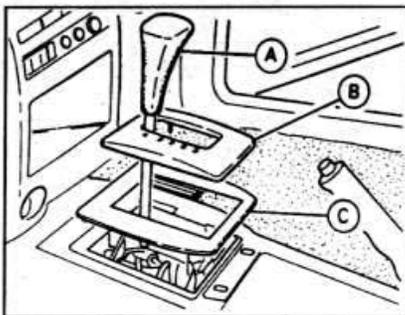

Рис. 11.79. Расположение рычага переключения передач (А), шкалы указателя передач (В) и держателя (С) на автомобилях с автоматической коробкой передач.
- На моделях с автоматической коробкой передач установите рычаг в положение "Р". Отвинтите ручку рычага переключения передач, затем с помощью рычага снимите шкалу указателя передач и держатель (см. рис. 11.79).